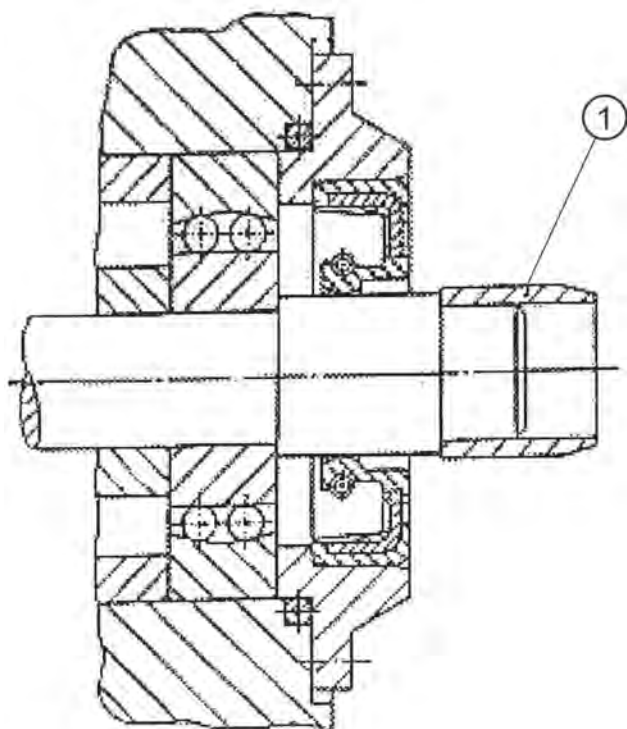
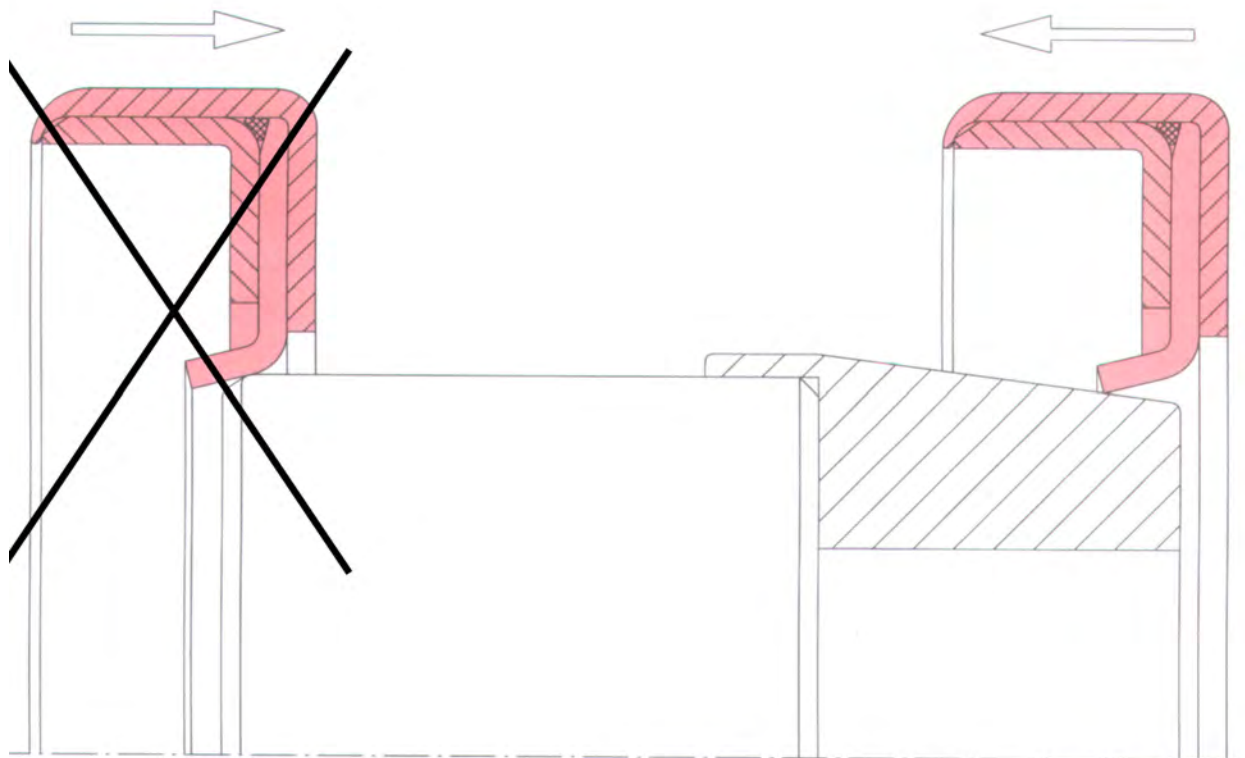
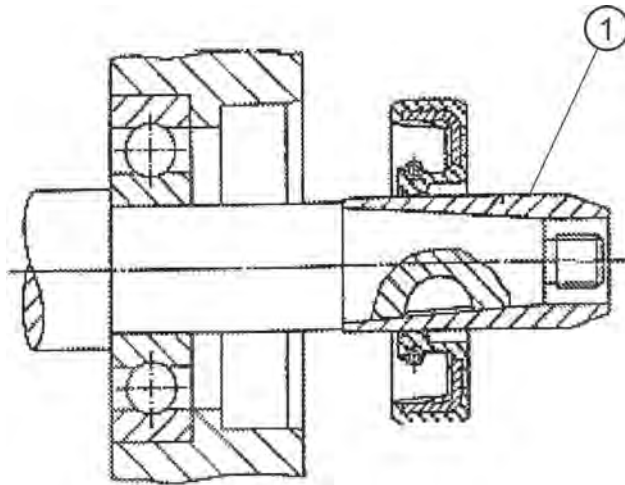

Figura 3: Casquillo de montaje con chaflán
Figura 4: Montaje del retén radial de estanquidad para ejes rotativos con labio de estanquidad de PTFE
Figura 5: Manguito cobertor de montaje con ranura para chaveta embutida
6. En caso necesario, deberán utilizarse mandriles o manguitos de montaje (por ejemplo, motor en V lado del volante, figura 3), (serie 3 y serie 6, véase la figura 4). Es necesario utilizar manguitos de montaje cuando el labio de estanquidad se tenga que montar sobre una ranura para chaveta embutida o un dentado de eje (figura 5). En el caso de los retenes radiales de caucho silicónico o de PTFE, deberán, por principio, usarse manguitos de montaje.